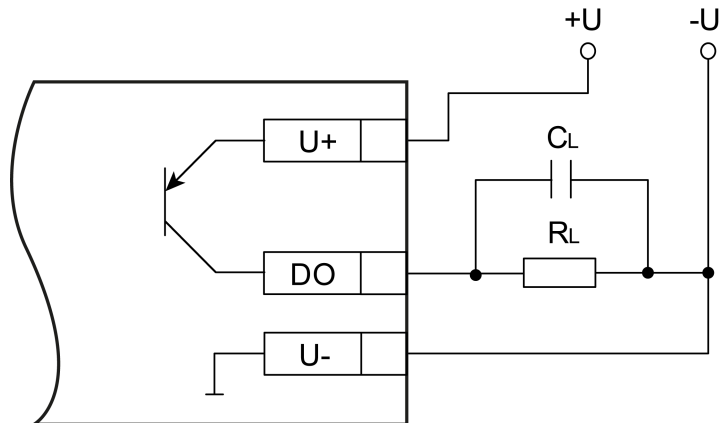

Abb. 4.2 Ausgangsbeschaltung im High-Side-Schaltmodus
- High-Side Schalter (*Abb. 4.2*) — zum Schalten von Lasten mit geringerer Kapazität und höherem Strom